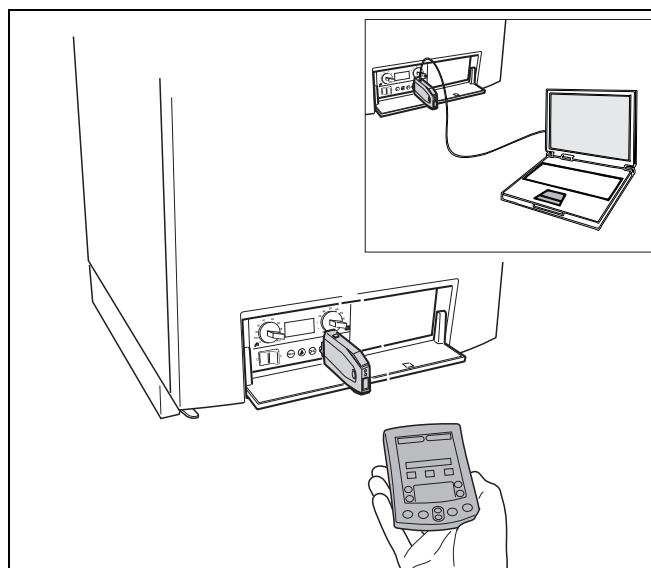
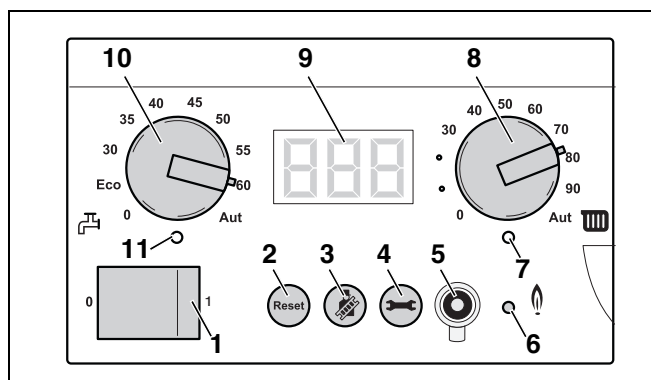

Рис. 56 Подключение сервисного инструмента к отопительному котлу
Рис. 57 Главный регулятор BC10
Для более точного, быстрого и простого определения, анализа и устранения неисправностей можно подключить к отопительному котлу сервисный инструмент (Service Tool) (рис. 56) через сервисный соединитель (рис. 57, поз. 5).
- Открыть панель управления, нажав на нее, и снять крышку с сервисного гнезда на BC10 (см. рис. 28, стр. 29 и рис. 57, поз. 5).
Светодиод "Горелка" (вкл/выкл) (рис. 57, поз. 6) горит, если горелка отопительного котла находится в работе, и гаснет, если горелка выключена.
Светодиод "Запрос тепла" (рис. 57, поз. 7) горит, если регулятор отопления запрашивает тепло и не горит, если запроса тепла нет.
Ручкой управления "Максимальная температура котловой воды" (рис. 57, поз. 8) можно установить верхнюю предельную температуру котловой воды. Единица измерения °С.